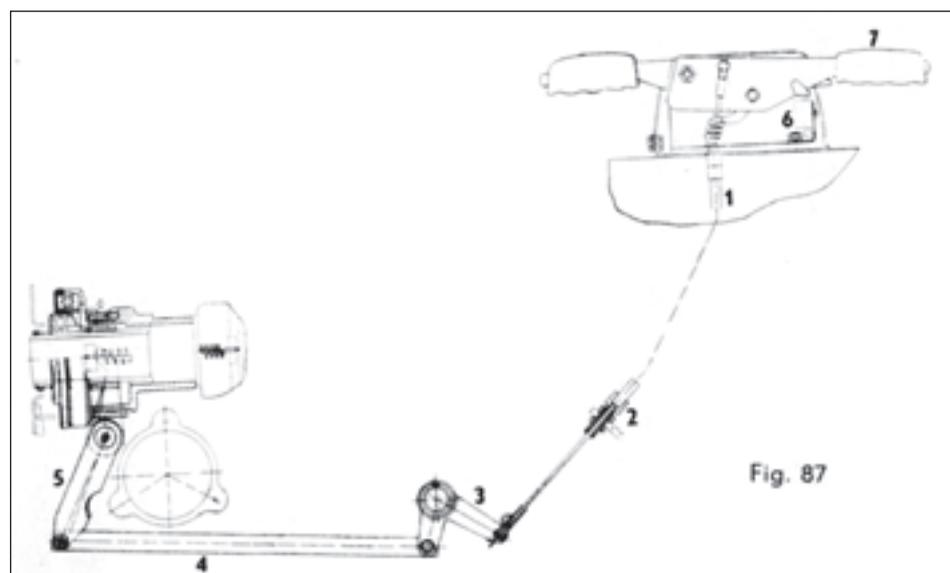

Fig. 87
1. **La commande mécanique** (fig. 87) se compose du levier à main (fig. 87/7), du Bowden (fig. 87/1), de la vis de réglage (fig. 87/2), du levier à deux bras (fig. 87/3), de la tringle (fig. 87/4) et de l'arbre avec le levier (fig. 87/5). La fonction correcte du débrayage de la prise de force est signalée par le rupteur électrique (fig. 87/6) et le témoin se trouvant sur le panneau (fig. 91/1).
Après avoir desserré le contre-écrou, régler le jeu à 4 mm en tournant la vis de réglage (fig. 87/2). Après le contrôle du jeu correct, bloquer la vis de réglage par le contre-écrou.